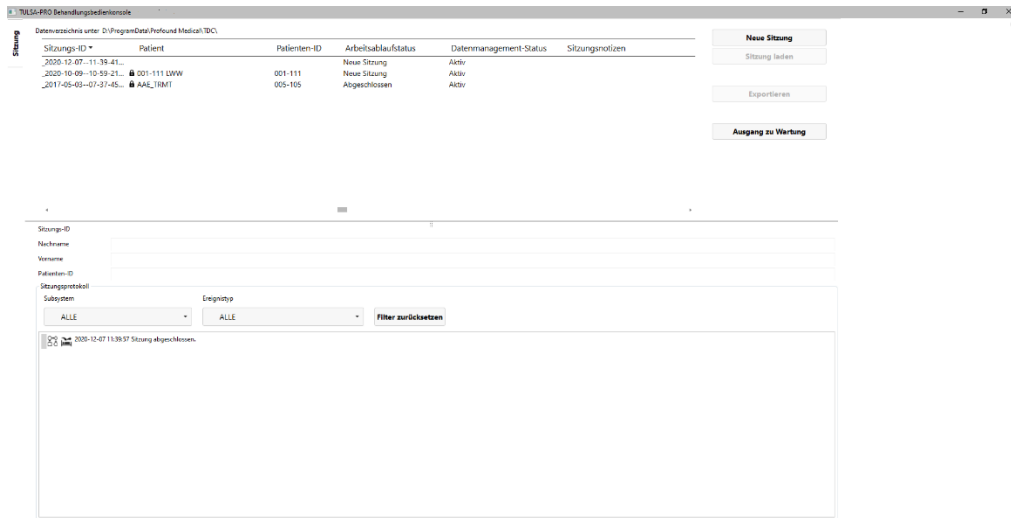

Abbildung 7: Arbeitsbereich „Sitzungsdatenverwaltung“ im TDC-Hauptmenü
1. Starten Sie die TDC-Software vom Desktop aus. Der Arbeitsbereich **Sitzungsdatenverwaltung** wird angezeigt. Klicken Sie auf **Neue Sitzung** (Abbildung 7).